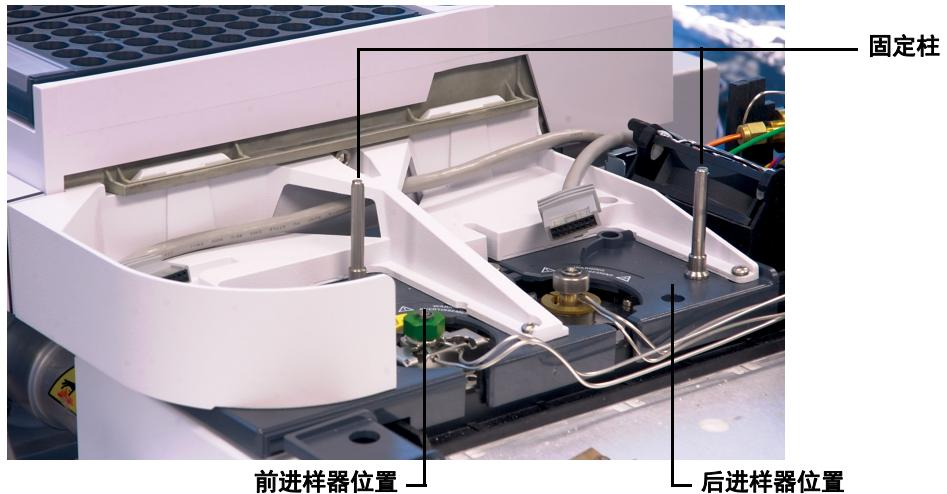

图 15 在 7890 系列 GC 上安装固定柱
- **7890 系列 GC、7820A GC 和 7820 MSD**。根据需要，安装到前面或后面的进样口盖板中。必须一直向下旋转固定柱（图 15）。